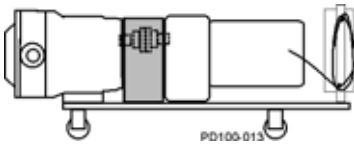
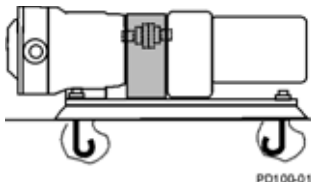

Figure 3 – Base portable
Figure 6 – Installation permanente sur des fondations
Dans une configuration d'installation type, la pompe et l'entraînement sont montés sur un châssis commun. Le groupe motopompe peut être installé dans toutes les configurations illustrées de la Figure 3 à la Figure 6.
**REMARQUE :** Vous devez mettre le groupe motopompe de niveau avant de fixer les boulons lorsque vous l'installez comme illustré à la Figure 6.
La zone grisée de la Figure 3 à la Figure 6 indique l'emplacement de la protection.